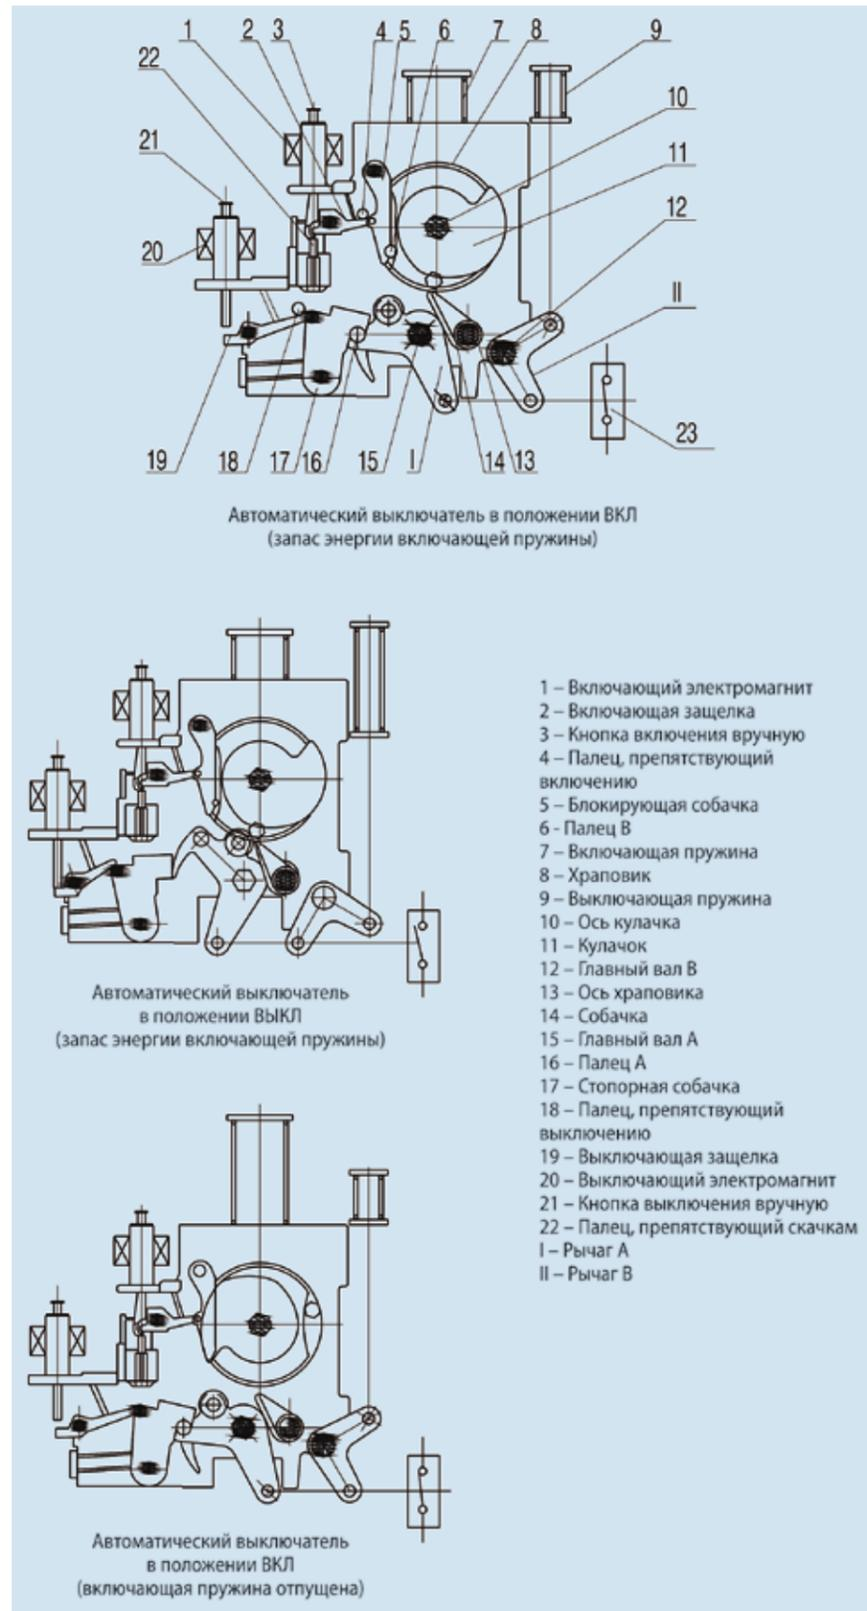

Рис. 3.3 Элементы привода
3.1.3 Включение (см. рис. 3.3)